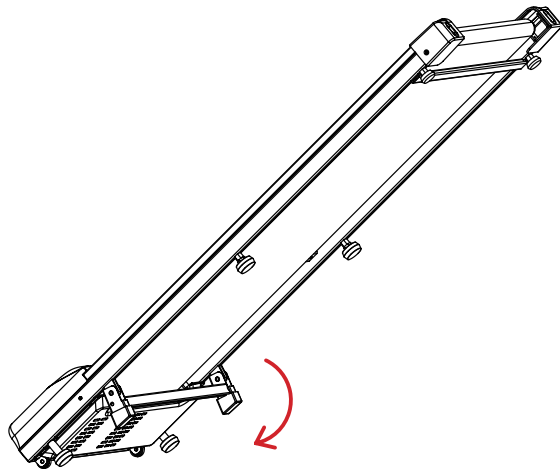

Abbildung 1
3. Neigungsverstellung: Heben Sie das Laufband am hinteren Ende an und drücken Sie den Neigungsverstellbügel in Pfeilrichtung (siehe Abbildung 1), um eine höhere Neigung zu erreichen. Drehen Sie anschließend das mittlere Fußpolster nach unten, bis es den Boden berührt, und halten Sie das Gleichgewicht, wie in Abbildung 2 dargestellt.